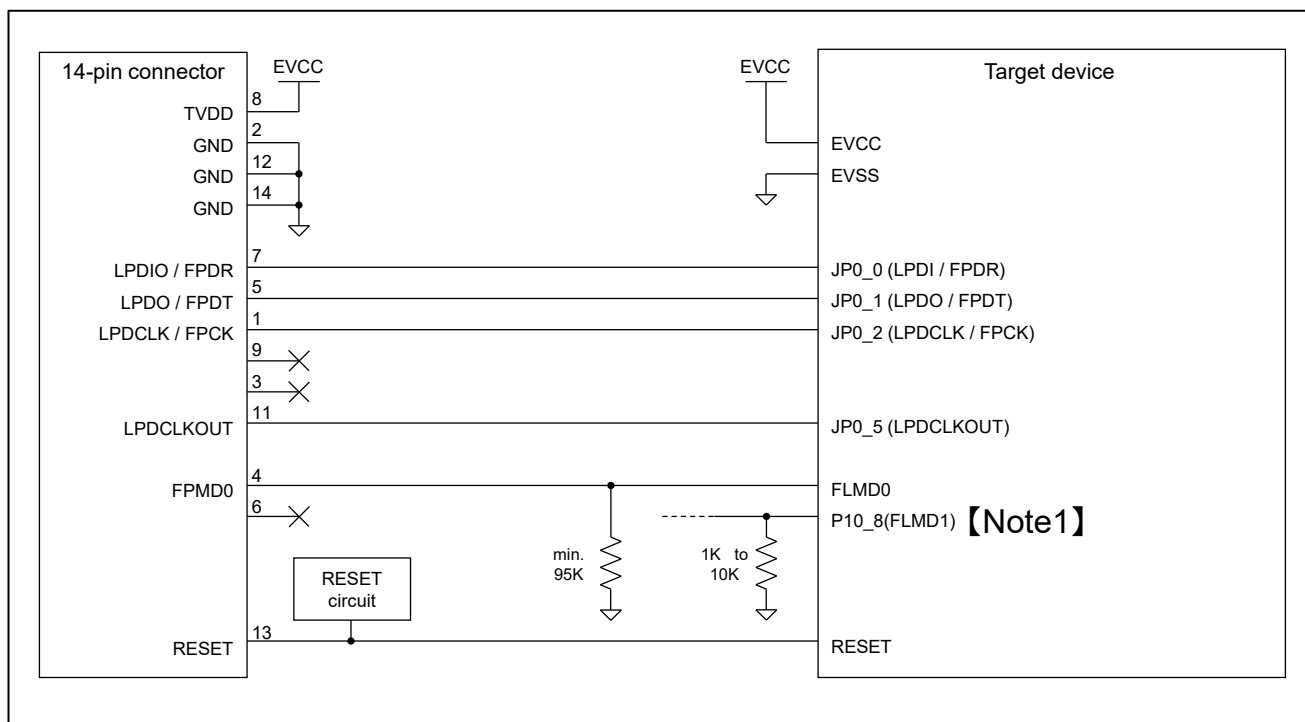

図 2-4 接続例
| デバッグ (LPD4pin) とプログラミング (1wireUART または 2wireUART) の両方             | 図 2-4 |
- **【Note2】** JPO\_0のプルアップ処理は、LPD1pinを使用する際にのみ必要です。LPD1pinを使用する予定がない場合は、図 2-4に従ってください。